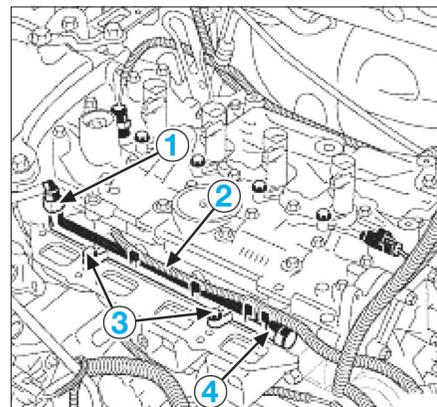

FIG. 30
- Décliper la conduite (1) d'arrivée de carburant sur la rampe d'injection (2) et obturer les orifices (fig. 30).